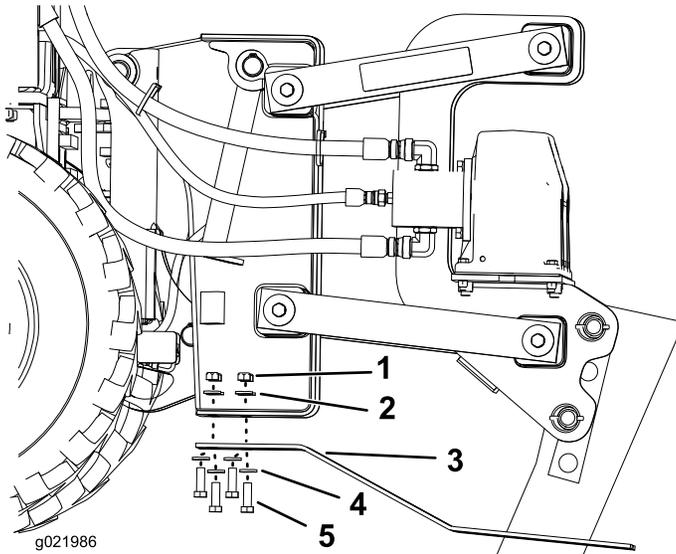

Figura 10
3. Retire los 4 pernos, las 4 tuercas y las 8 arandelas de los patines (Figura 10).
4. Instale los patines nuevos y sujételos con las fijaciones que retiró anteriormente (Figura 10).